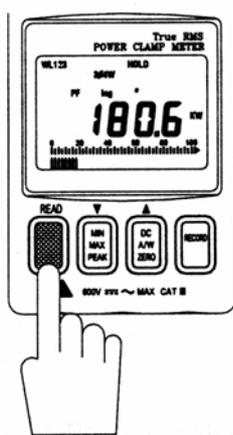

Рис. 10
4. Прибор обработает эти три результата, и на экране появится общий результат мощности трехфазного 4-проводного электроприемника (см. рис. 10) и символ  $WL_{123}$  (см. рис. 10). В этот момент результат сохраняется в память.